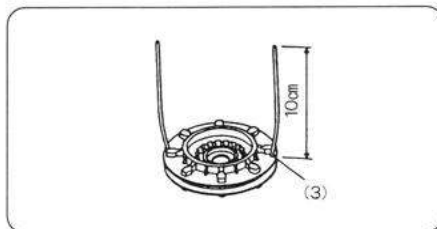

図23
④ナイロンコードは上下のリール溝に一列に巻き込み、ナイロンコードの先端を約10cm残してナイロンコードリール側板のコードを引っ掛け溝(3)に止めます。(図23)